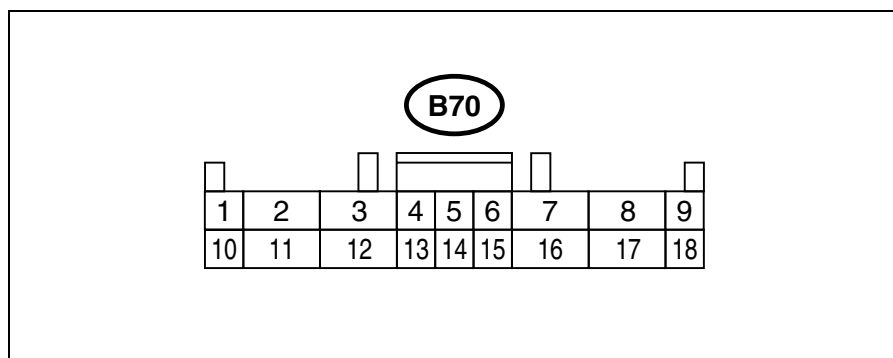

Figure 9: Affectation des prises B70
- Sélectionnez un emplacement de montage approprié en dessous du commutateur des lampes auxiliaires (figure 9).